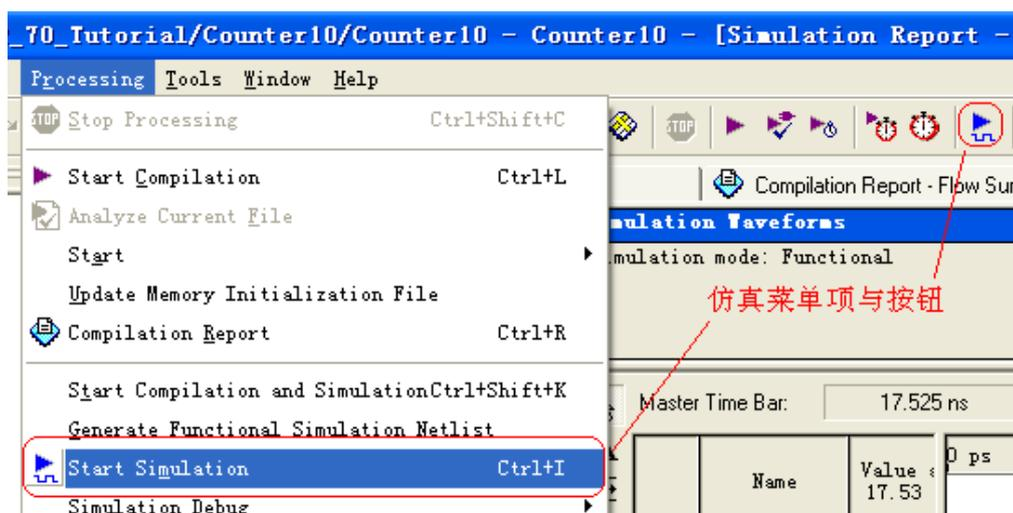
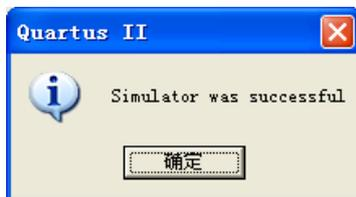

图 3-34 仿真菜单项与按钮
图 3-35 仿真结果
20. 点击菜单项 Processing->Start Simulation 或  工具按钮启动功能仿真。如图 3-34, 完成后结果显示如图 3-35。